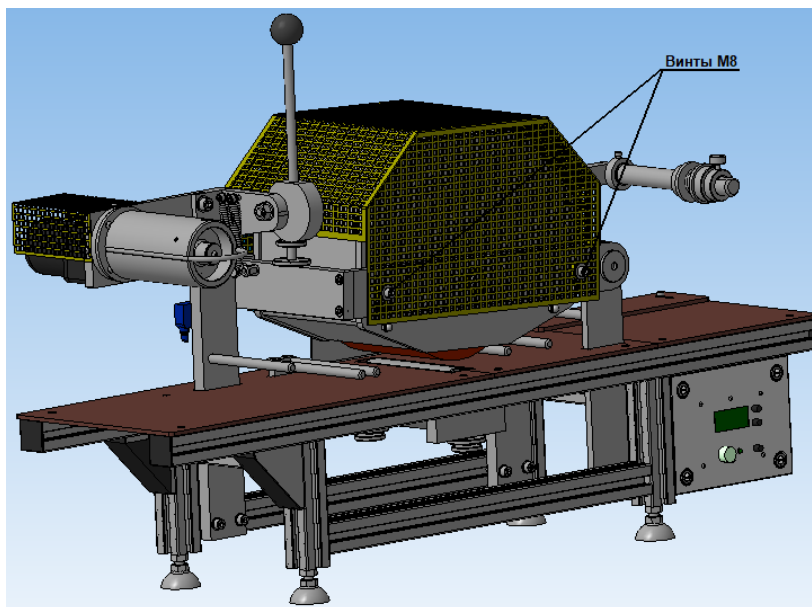

Рис.1
1. Демонтируйте защитный кожух, для чего выверните четыре винта М8 (по два с каждой стороны кожуха) и снимите кожух вверх (Рис.1).